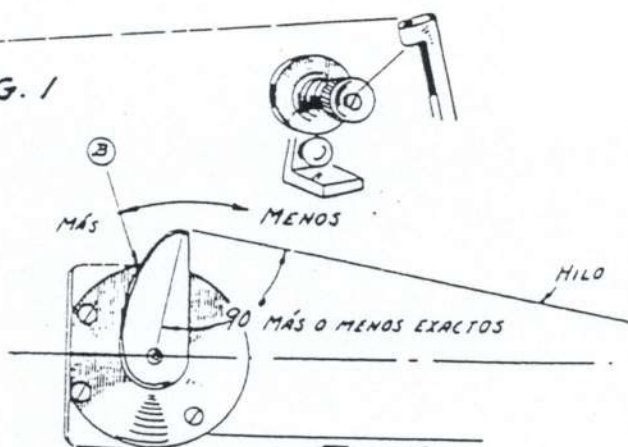

FIG. 2
AFLÓJESE LA TUERCA (A) Y CÁMBIESE LA POSICIÓN DE LA HOJA (B) AL ÁNGULO DESEADO, COMO SE VE EN LA FIG. 2.